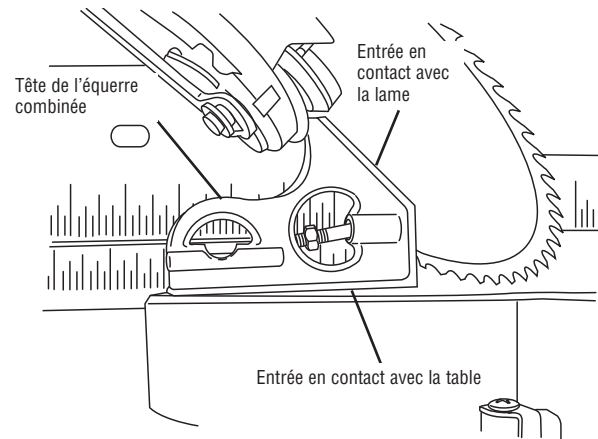

Figure 24
- Utilisez une équerre combinée pour vous assurer que la lame est à un angle de 45° par rapport à la table. Retirez la lame de la règle de l'équerre combinée. Placez seulement la tête de l'équerre combinée sur la table de la scie de façon que son côté plat long repose sur la table et que son côté à 45° soit contre la lame inclinée (voir Figure 24).
5. Tout en tournant le boulon « F », regardez la lame s'incliner – tournez « F » jusqu'à ce que la plaque de la lame de scie soit totalement en contact avec le côté à 45° de la tête de l'équerre (voir Figure 24).